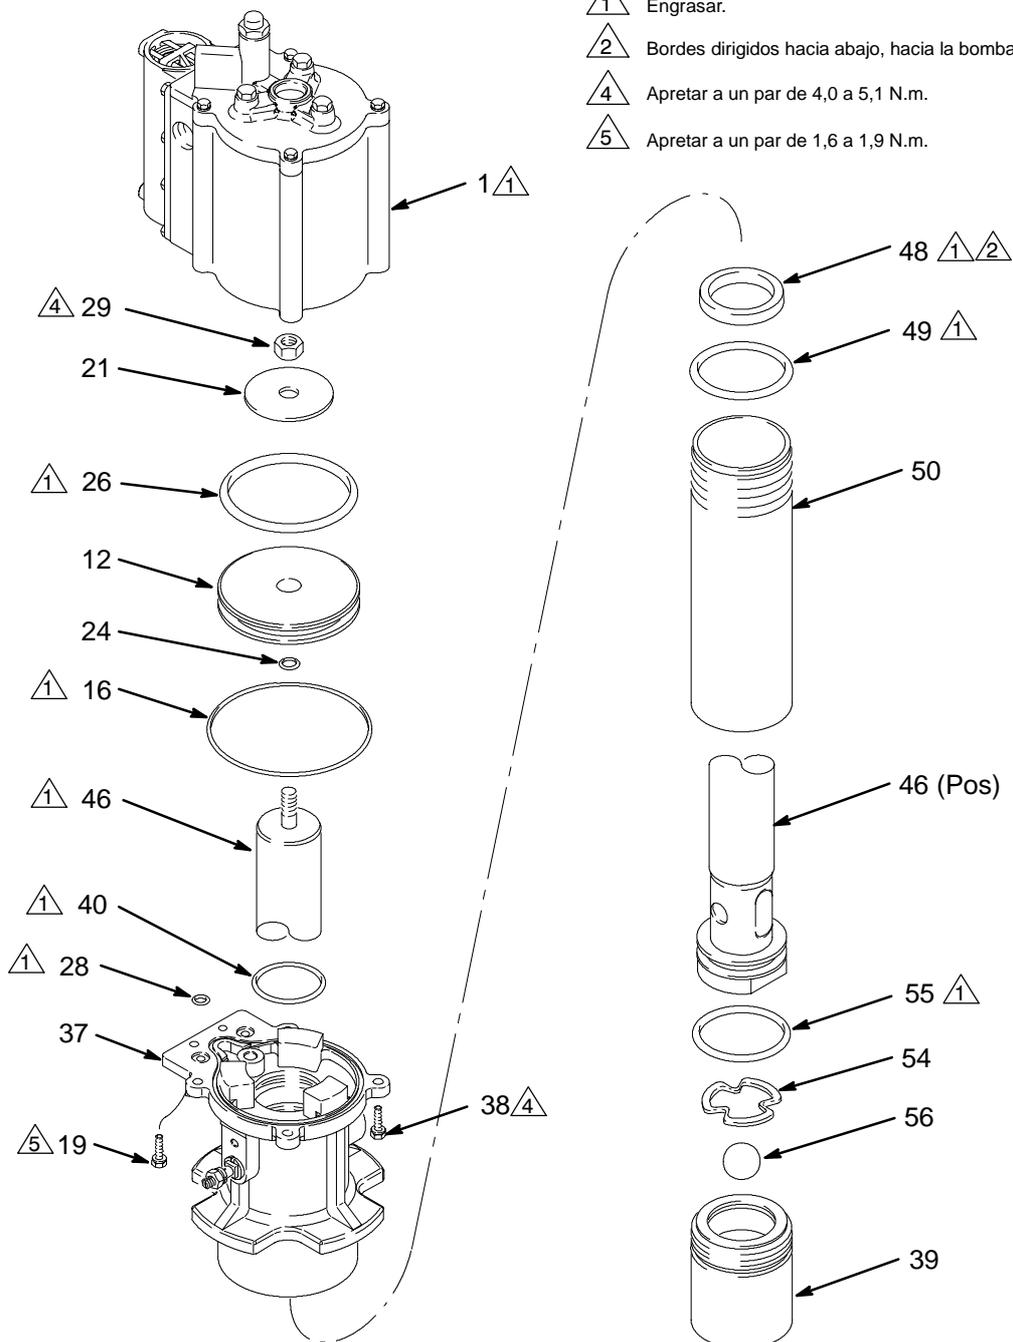
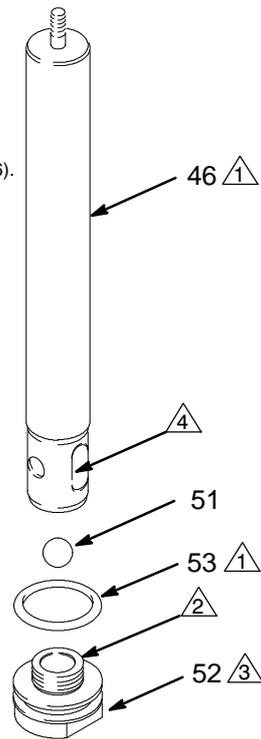

Fig. 5
Fig. 6
2. Saque los cuatro tornillos (38) y los dos tornillos (19) que sujetan la base del motor neumático (37) al cilindro del motor neumático (1). Saque el cilindro de la base, retire la junta tórica grande (16) y las dos pequeñas (28), y déjelas aparte. Vea la Fig. 5.
3. Desenrosque el alojamiento de la válvula de admisión (39) del cilindro de la bomba (50). Desarme la válvula de admisión.
- Utilice una llave de abrazadera para aflojar el cilindro de la bomba (50) de la base del motor (37). Siga desenroscando a mano el cilindro de la base del motor hasta que se suelte el cilindro. Saque el cilindro de la bomba. Vea la Fig. 5.
- Sujete las partes planas del pistón de fluido (52) en un torno de banco. Desenrosque la tuerca (29) de la parte superior de la base de la varilla (46). Saque la arandela (21), la junta tórica (3g), la junta tórica del pistón (26), y el pistón del motor neumático (12) y déjelas aparte. Tire hacia arriba de la base del motor (37) para sacarla de la base de la varilla.
**NOTA:** Para el mantenimiento de las válvulas accionadoras, vea la página 18. Para el mantenimiento de la válvula directora (3), vea la página 20.
- Sujete con una llave las partes planas de la base de la varilla (46) y desenrosque la varilla del pistón (52). Saque la bola (51) y la junta tórica (53). Vea la Fig. 6.
- Saque la junta tórica (49) y la empaquetadura del bloque (48) del interior de la parte inferior de la base del motor (37).
- Saque la junta tórica (40) del interior de la base.
- Partes planas de la varilla (46).
1. Engrase la junta tórica (40) e instálela dentro de la parte superior de la base. Vea la Fig. 5.
2. Engrase la empaquetadura del bloque (48) e instálela en la base del motor (37). Los bordes de la empaquetadura deben estar dirigidos hacia abajo, hacia la bomba. Engrase la junta tórica (49), e instálela en la parte inferior de la base del motor (37).
3. Engrase la base de la varilla (46) y deslícela hacia abajo, en la base del motor neumático (37), de forma que el extremo delgado sobresalga por la parte superior de la base.
4. Engrase la junta tórica (53) e instálela en el pistón del fluido. Aplique sellador de roscas (113500) a las roscas del pistón. Coloque el pistón, en posición vertical, en un torno de banco, con las mordazas en las partes planas. Coloque la bola (51) en el asiento del pistón. Enrosque la base de la varilla (46) con la base del motor (37) en el pistón. Coloque una tuerca en las partes planas de la varilla y apriétela a un par de 54 a 81 N.m. Vea la Fig. 6.
5. Instale la junta tórica (3g), el pistón del motor neumático (12), y la arandela plana (21) en la base de la varilla (46). Asegúrese de que el bisel del pistón (12) esté dirigido hacia abajo, hacia la junta tórica (3g). Enrosque la tuerca (29) en la base de la varilla (46). Aplique un par de 4,0 a 5,1 N.m. Engrase la junta tórica grande (26) e instálela en la ranura exterior del pistón (12). Vea la Fig. 5.
6. Un extremo del cilindro (50) tiene rosca en la parte exterior. Deslice este extremo sobre el pistón de fluido y dentro de la base del motor (37), de forma que las roscas engranen con la base. Enrosque a mano el cilindro en la base, y después coloque la base en un torno de banco con mordazas flexibles.
7. Engrase la junta tórica (55) e instálela en el alojamiento de la válvula de admisión (39). Instale la bola (56) y el retén de la bola (54), y enrosque firmemente el alojamiento de la válvula en el cilindro (50). Utilice una llave de tubo en la parte estriada del alojamiento de la válvula de admisión para apretar la válvula y el cilindro.
8. Saque la bomba del torno de banco. Engrase la junta tórica grande (16) y las dos pequeñas (28), e instálelas en la base del motor (37). Engrase el interior del cilindro del motor neumático (1), y colóquelo en la base. Instale los cuatro tornillos (38) y apriételos a un par de 4,0 a 5,1 N.m. Instale los dos tornillos (19) y apriételos a un par de 1,6 a 1,9 N.m.